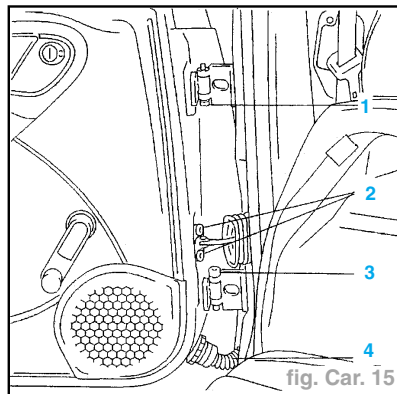

fig. Car. 15
- Débrancher le connecteur (4) (fig. Car. 15).
- le tirant de porte (vis (2))
- les axes de charnières (1) et (3) (axes vissés).